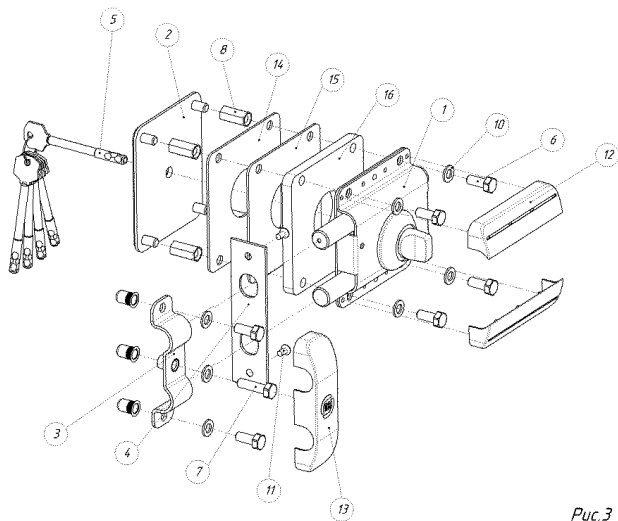

Рис.3
2.2.3. На рис. 3 приведена схема установки замка «Барьер - Каре» в накладном варианте с использованием лицевой пластины.